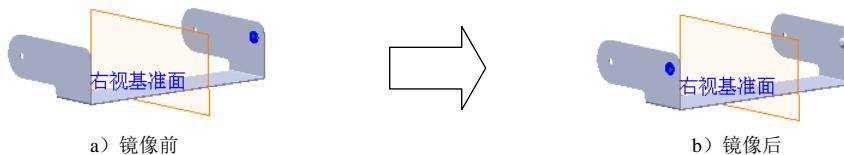

图 14.5.21 镜像 2
Step7. 创建图 14.5.21 所示的镜像 2。
- (1) 选择命令。选择下拉菜单插入(I) → 阵列/镜向(A) → 镜向(M)...命令。
- (2) 定义镜像基准面。选取右视基准面作为镜像基准面。
- (3) 定义镜像对象。选择成形特征 1 作为镜像 2 的对象。
- (4) 单击✓按钮，完成镜像 2 的创建。